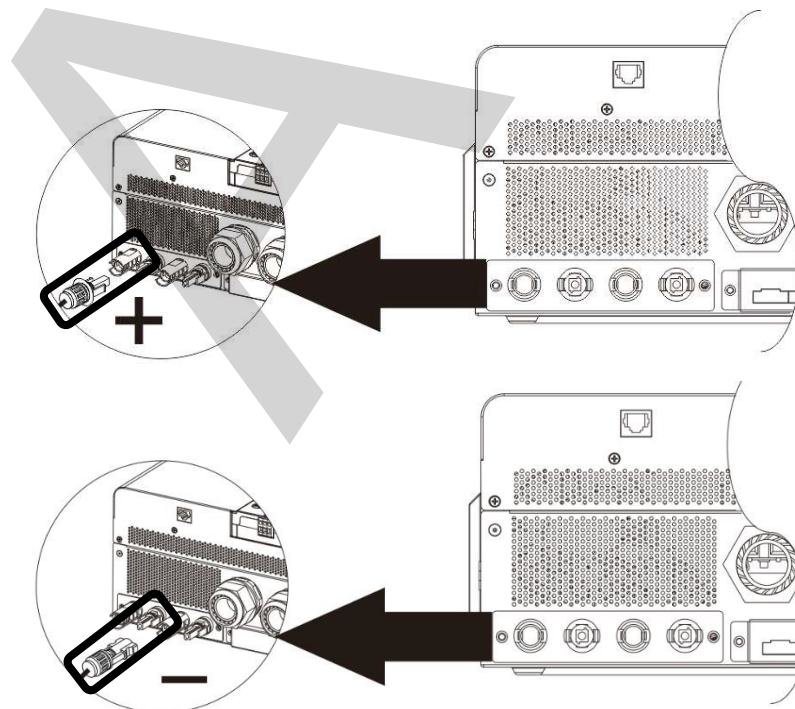

Fig. 9.1: Σύνδεση ΦΒ, παρουσιάζετε η είσοδος PV2 σαν παράδειγμα (PSW-H-8KW-230/48V)
2. PSW-H-8KW-230/48V: χρησιμοποιήστε ένα εργαλείο σύσφιξης MC4 για να σφίξετε τους περιλαμβανόμενους ακροδέκτες MC4 στη σειρά ΦΒ (δείτε Fig. 9.1, πάνω) αν τα ΦΒ δεν έχουν είδη συμβατούς MC4 ακροδέκτες. Χρησιμοποιήστε τους περιλαμβανόμενους ακροδέκτες MC4 μόνο αν τα καλώδια των ΦΒ έχουν τη διατομή που αναφέρθηκε στον πρώτο πίνακα της παραγράφου. Ελέγξτε καλά την πολικότητα. Συνδέστε τους ακροδέκτες MC4 στους ακροδέκτες PV1 και PV2 στο inverter, θετικό (+) στα αριστερά και αρνητικό (-) στα δεξιά (δείτε Fig. 9.1, κάτω). Προσοχή: Βεβαιωθείτε για τη σωστή πολικότητα πριν τη σύνδεση. Τυχόν λάθη μπορεί να προκαλέσουν ζημιά στο PSW-H.